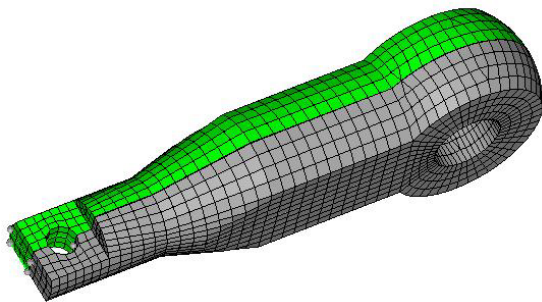

图 5-71 完成镜像操作
- (6) 左键单击黄色的 elems 按钮，选择 duplicate 进行复制操作。
- (7) 单击 reflect 按钮完成上下的镜像操作，如图 5-71 所示。